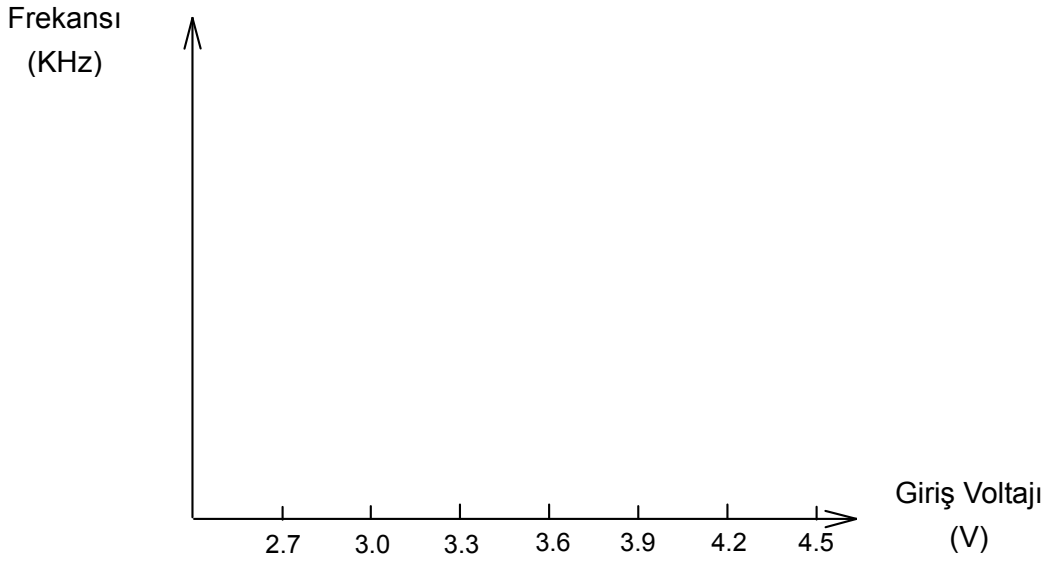

Fig.7-8
- 8. Tablo 7-4'deki sonuçları kullanarak, Fig. 7-8'de gerilim-frekans eğrisini çizin.